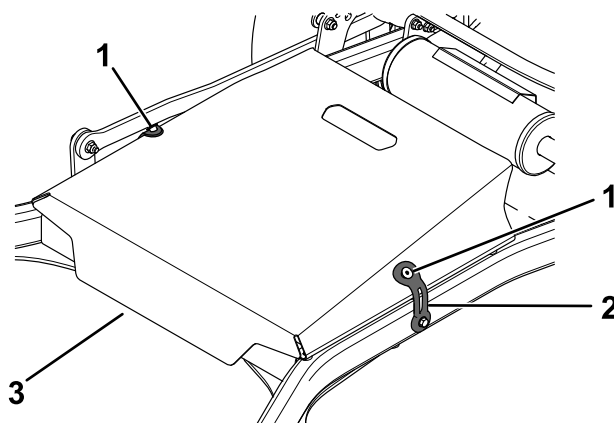

Figure 25
3. Décrochez les 2 attaches en caoutchouc des vis et déposez le capot du tablier de coupe (Figure 25).